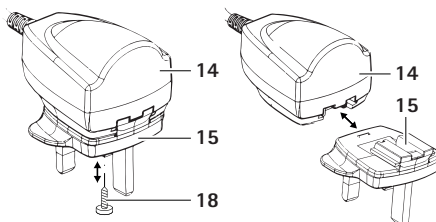

Fig. 3
- Løsn låseskruen 18 i adapter 15, se Fig. 3.
- Skub adapteren 15 på strømforsyningen 14, indtil låsen 16 falder i hak, se Fig. 3.